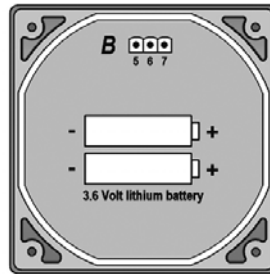

Figura 20
2. Inserte baterías nuevas cambiando una después de la otra, y vuelva a montar el totalizador (Figura 20).